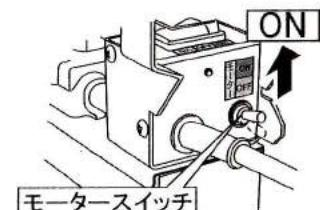

図18
(9)刃物が鋼材に接触しないよう送りハンドルを上限位置で支え、モータースイッチを入れ刃物を回転させます。(図18)